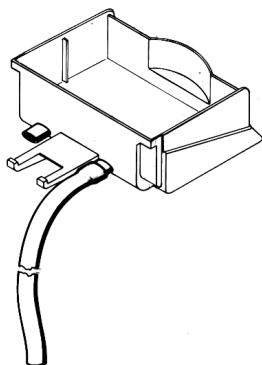

figura 1
**6** Il cassetto raccogliogocce è dotato di due attacchi di drenaggio con diaframma. Nel caso si desideri lo svuotamento continuo del cassetto, perforare il diaframma (ad esempio con un cacciavite) di uno dei due attacchi di drenaggio e collegarlo ad un tubo di scarico (vedere figura 1).